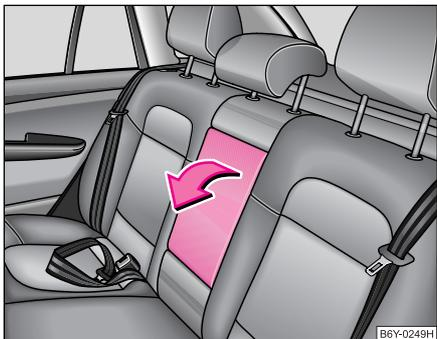

Abb. 81 Rücksitze:
- Die Armlehne können Sie zur Komforterhöhung herunterklappen ⇒ Abb. 81.